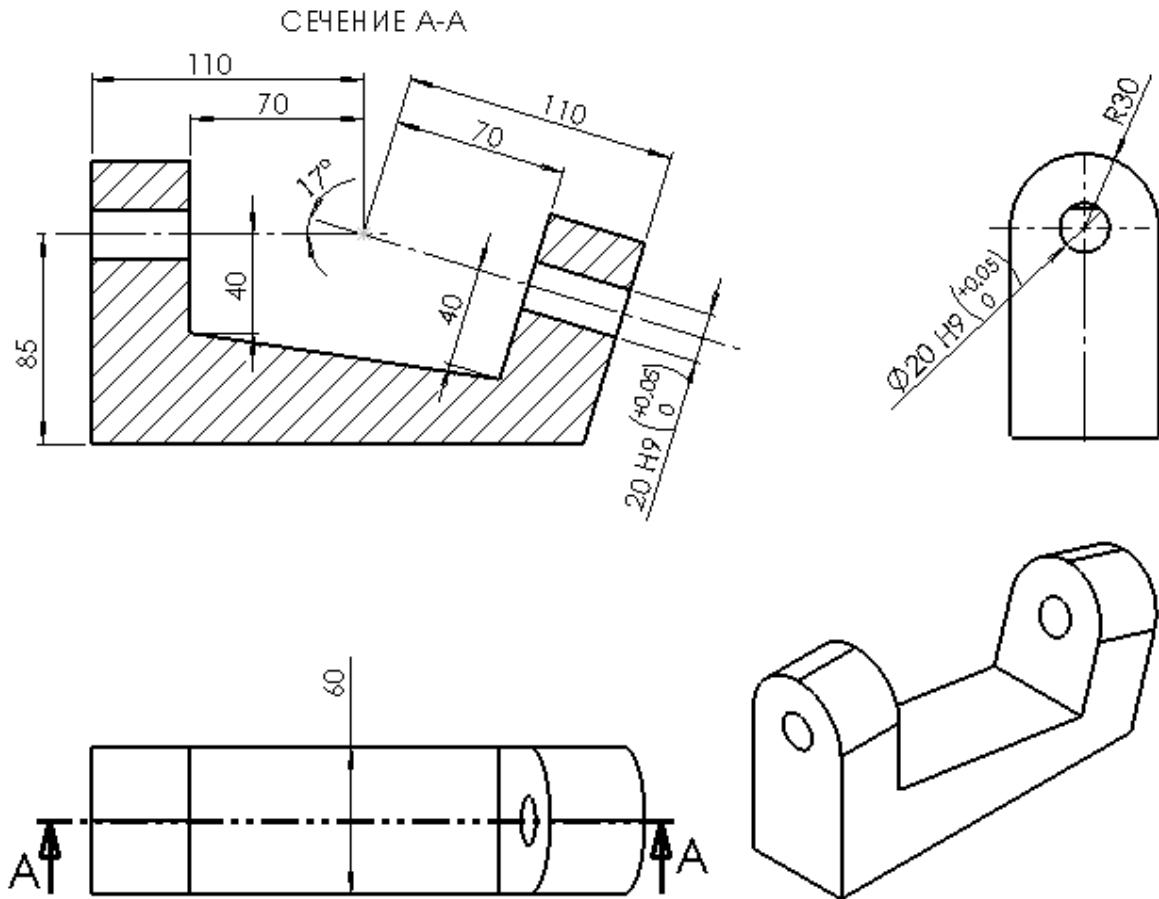

Рис. 6. Фрагмент чертежа детали «Основание»
6. Построить 3D модель детали «**Основание**» в соответствии с рис. 6, сохранить под этим именем в папке «**Итоговое занятие**».